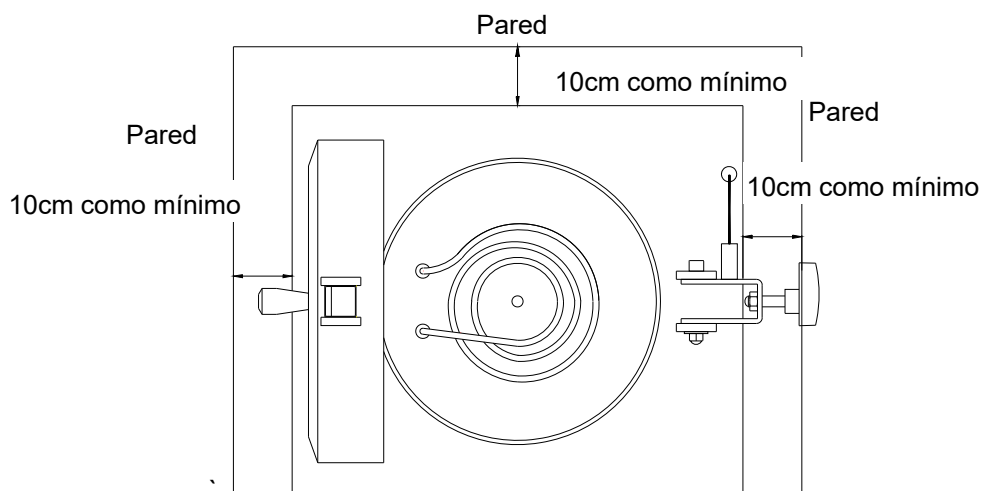

Figura 2
- A. Posicione el esterilizador en una mesa o superficie de trabajo estable en el laboratorio, asegurándose de dejar un espacio de al menos 10 cm entre la pared u otras piezas de equipo y los lados de la unidad para que el aire circule libremente Figura 2